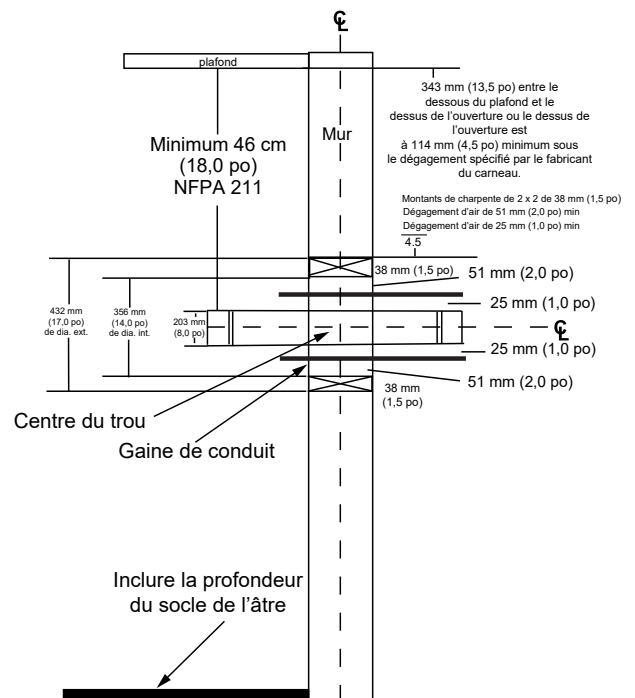

Figure 19.2
- L'ouverture en haut du mur doit être à au moins 343 mm (13-1/2 po) du plafond ou à 114 mm (4-1/2 po) au-dessus du dégagement minimum spécifié par le fabricant du carneau. Le dégagement vertical minimum selon NFPA 211 est de 457 mm (18 po) depuis le carneau et le plafond ou égal à la valeur minimale recommandée par le fabricant du carneau (**Figure 19.2**).
1. Pratiquez une ouverture dans le mur intérieur à la hauteur prévue pour l'entrée du carneau dans la cheminée en maçonnerie (**Figure 19.2**).
3. Construisez un cadre de 432 x 432 mm (17 x 17 po) (dimensions extérieures) pour l'ouverture du mur en utilisant du bois de charpente de 51 x 51 mm (2 x 2 po). L'intérieur de ce cadre doit avoir une ouverture de 356 x 356 mm (14 x 14 po) minimum (**Figure 19.2**).